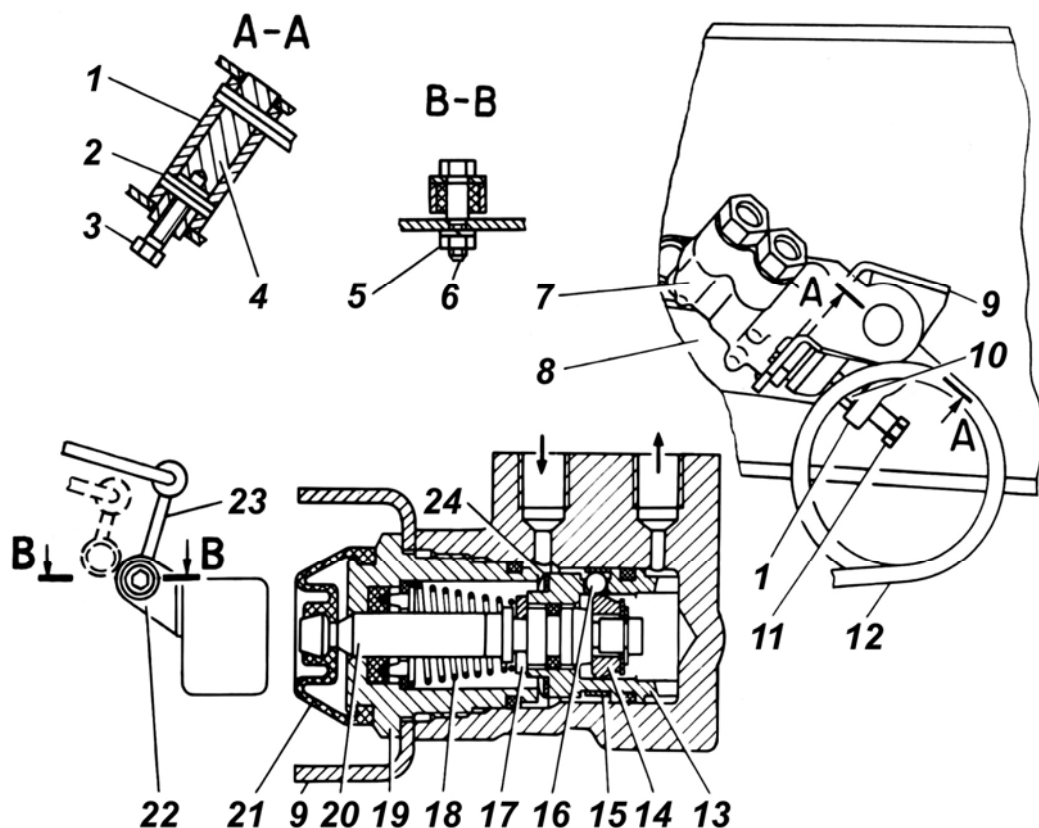

Рис. 9.10. Регулятор давления:
Регулятор давления (рис. 9.10) корректирует давление тормозной жидкости в приводе задних тормозных механизмов в зависимости от загрузки автомобиля для предотвращения его заноса при интенсивном торможении.
2. Отвернуть контргайку 10 (рис. 9.10).